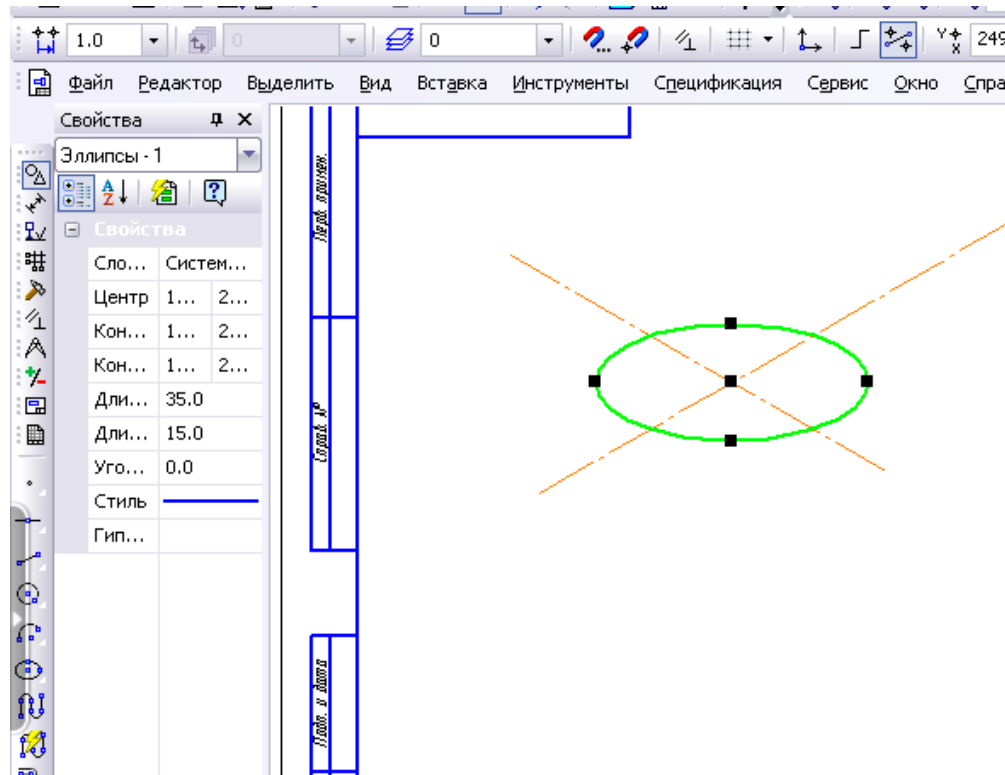

рис.22
11. Совместить эллипс и координатные оси (Нажмите левой кнопкой мыши квадратным указателем на середину эллипса (на черный квадрат) и перенесите его так, чтобы середина эллипса совпала с серединой координатных осей (рисунок22)